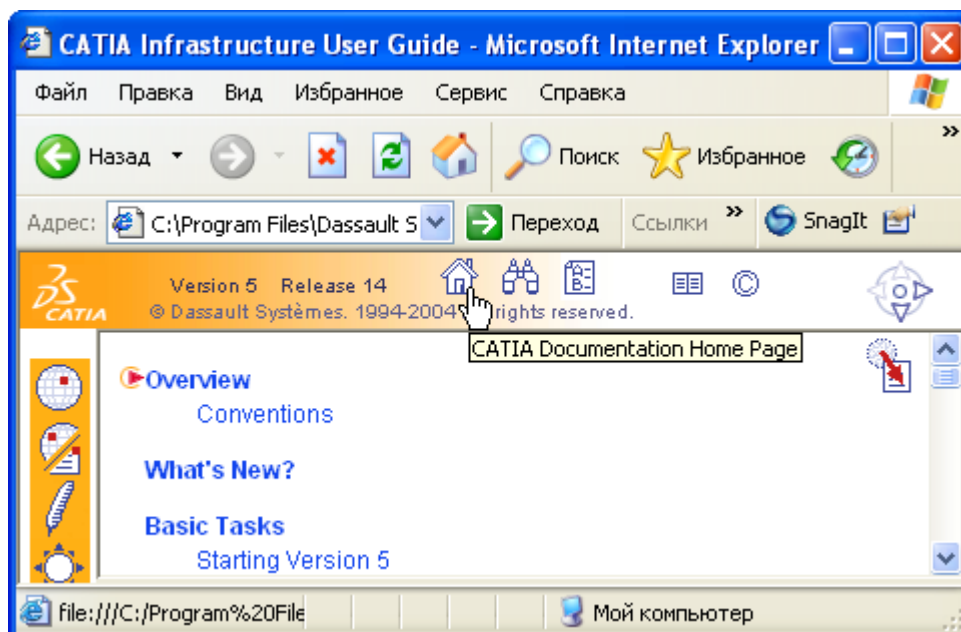

Рис. 48
4) Натиснути кнопку "CATIA Documentation Home Page", щоб повернутися на початкову сторінку (Рис. 48).